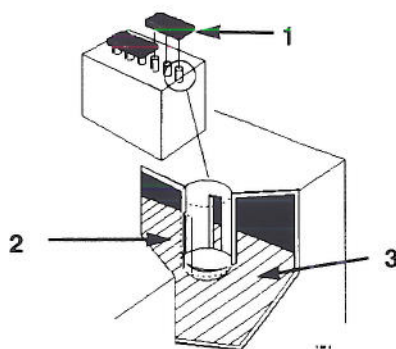

Figure 37
2. Soulever les bouchons de remplissage (Fig. 37).
3. Verser doucement de l'eau distillée dans chaque élément de la batterie jusqu'à ce que le niveau atteigne la partie inférieure du tube (Fig. 37).
2. Ouvrir les bouchons pour voir l'intérieur des éléments. L'électrolyte doit atteindre la partie inférieure du tube (Fig. 37). Ne pas laisser le niveau baisser au-dessous de la marque LOWER (MINIMUM) (Fig. 37).